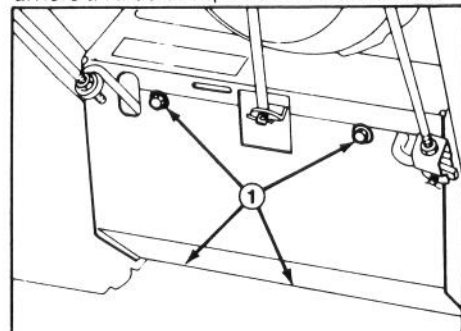

Figure 17
2. Faites basculer la déneigeuse sur son logement de tarière et bloquez-la pour qu'elle ne puisse pas tomber. Enlevez ensuite les quatre vis taraudeuses qui maintiennent en place la plaque de protection arrière et enlevez cette plaque de la machine (Fig. 17).